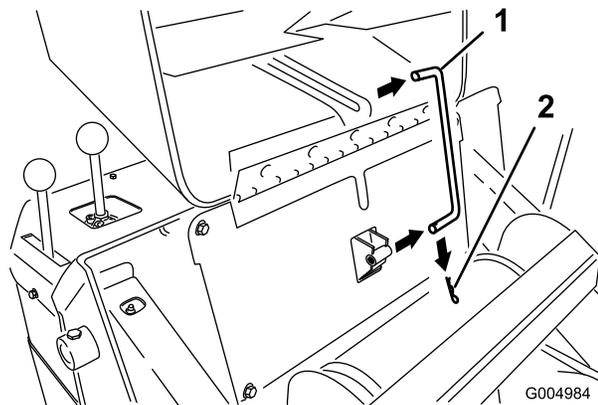

Figure 34
3. Sortez la goupille fendue de l'extrémité de la béquille de capot et sortez la béquille des supports de retenue (Figure 34).